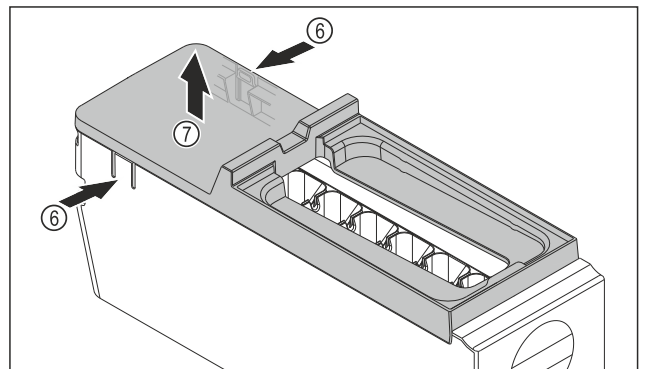

Fig. 83
- ▶ Зняти кришку з корпусу EasyTwist-Ice: натиснути однією рукою на накладки Fig. 83 (6) з обох боків корпусу EasyTwist-Ice.
- ▶ Зняти кришку Fig. 83 (7), потягнувши її вгору іншою рукою.